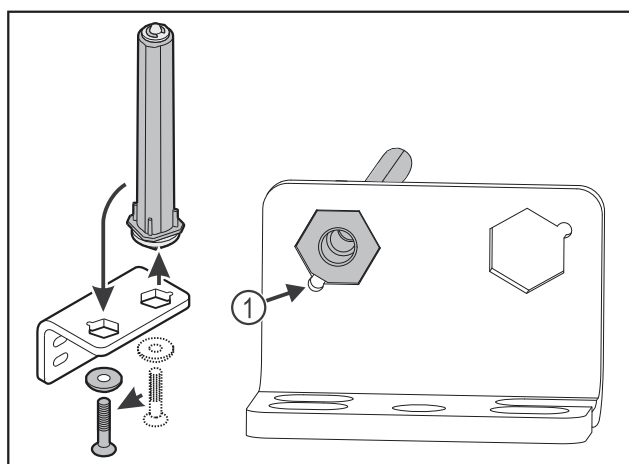

Fig. 32
- Проследите за тем, чтобы при установке скос пальца Fig. 32 (1) указывал в направлении круглого отверстия.